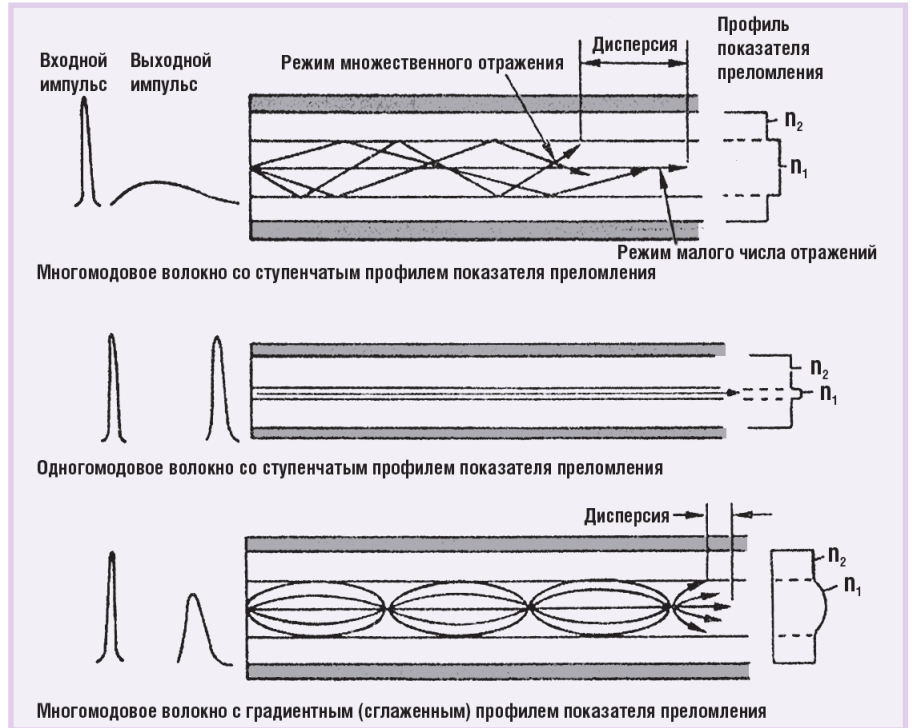
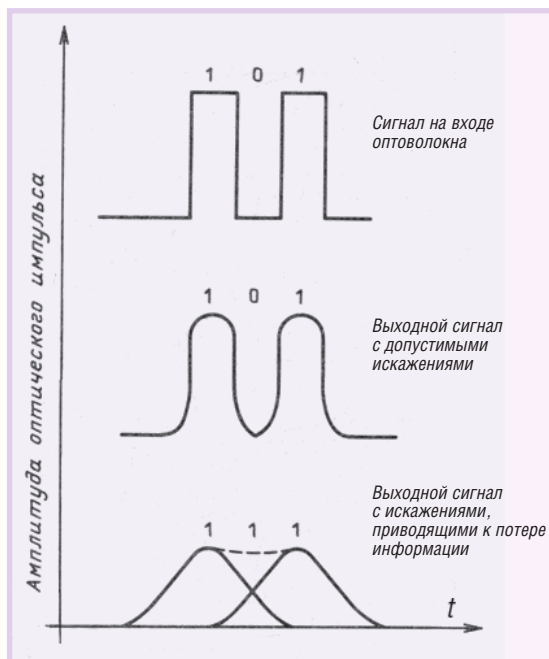

Рис. 5. Распространение света в многомодовом и одномодовом волокнах для разных профилей показателя преломления
Рис. 6. Искажение передаваемого сигнала вследствие межмодовой дисперсии
Если неравенство (6) не выполняется, в световоде устанавливается многомодовый режим. В этом случае число мод приблизительно равно $N = F^2/2$ для световода со ступенчатым профилем и $N = F^2/4$ в случае градиентного профиля. Характер распространения света в многомодовом и одномодовом волокне для разных профилей показателя преломления поясняется на рис. 5. Подробнее рассмотрим характерное для многомодового волокна явление межмодовой дисперсии. При вводе луча в оптическое волокно путь распространения от начала до конца волокна для разных мод различен. Это обуславливает разное время распространения мод, переносящих энергию первичного сигнала, и перераспределение выходной суммарной энергии в заданном отрезке времени. В результате, если импульс света на входе оптоволокна имел ярко выраженные фронт и срез сигнала, то на выходе получаем существенно «размытый» сигнал со сглаженными фронтами и срезами. Это «размывание» сигнала обусловлено межмодовой дисперсией и проявляется тем сильнее, чем длиннее линия связи. Межмодовая дисперсия ограничивает пропускную способность волокна, так как при повышении частоты входного сигнала (последовательность коротких импульсов) размытые края среза одного импульса начинают перекрываться размытым фронтом последующего, ведя к потере информативности сигнала (рис. 6). Несмотря на большую дисперсию, многомодовое оптоволокно со ступенчатым профилем показателя преломления является очень распространенным в силу более низких требований к технологическому оборудованию для его производства и используемому материалу. Данное волокно может иметь сердечник из стекла и оптическую оболочку